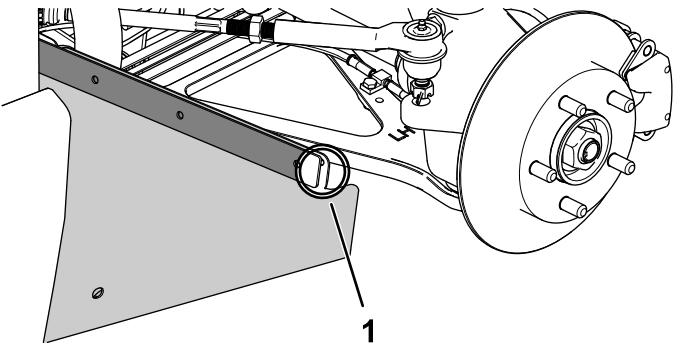

図5
7. 2枚のシールのエッジを、フロアプレートのエッジ/フランジに合わせる図5。